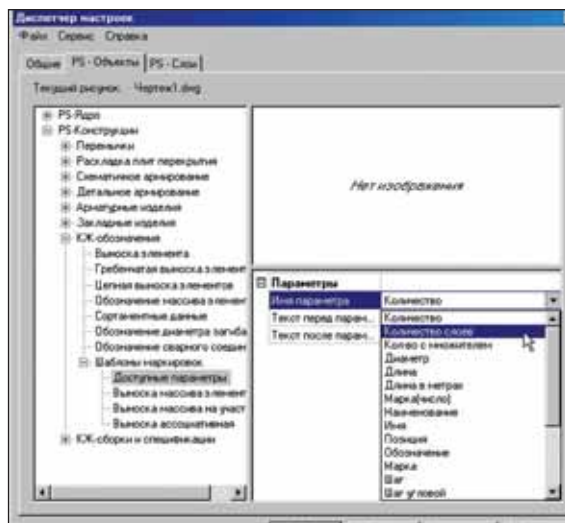

Рис. 4
- введен параметр *Количество слоев* (рис. 4);